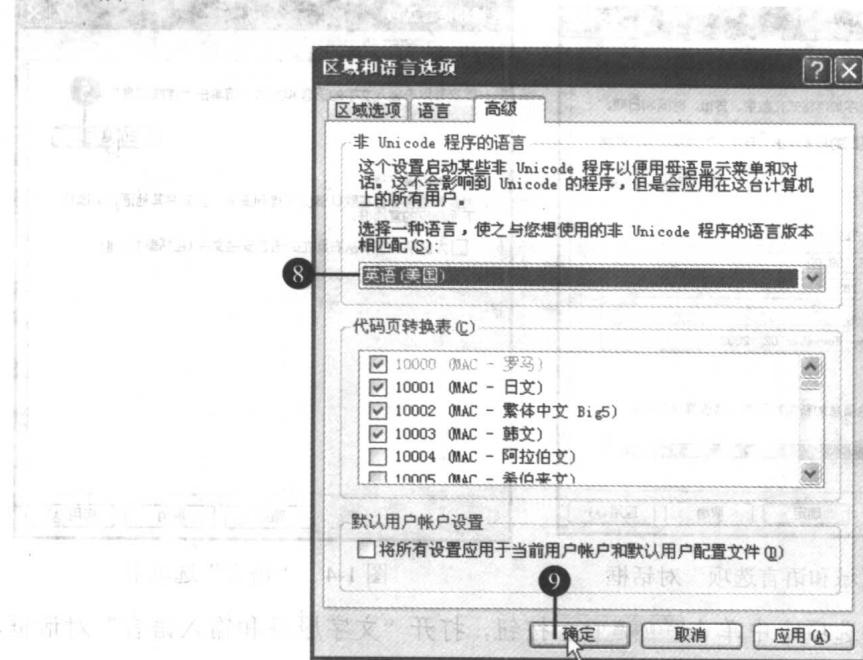

图 1-7 “高级”选项卡
(9) 依次单击 **确定** 按钮，返回到“语言”选项卡，然后单击“高级”选项卡，如图 1-7 所示。